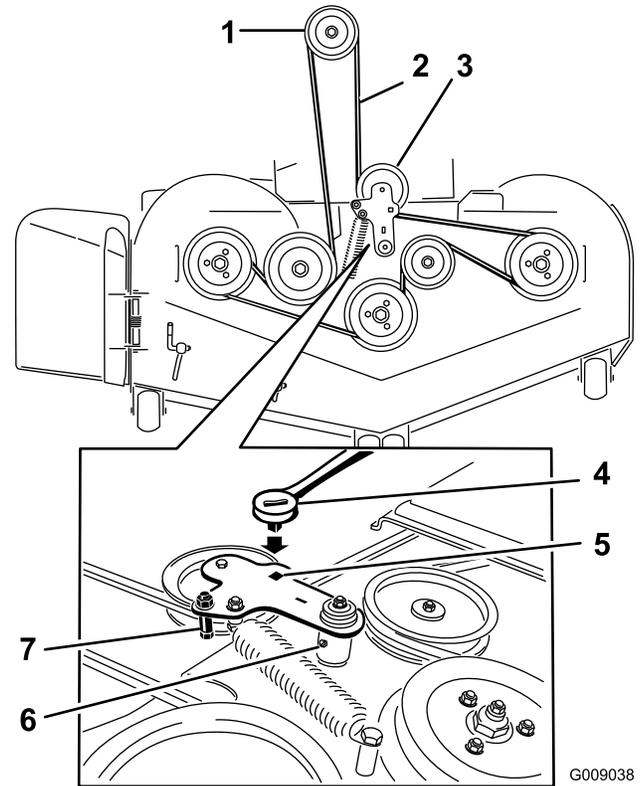

Figura 74
9. Pase la correa nueva alrededor de las poleas del cortacésped y de la polea del embrague, debajo del motor (Figura 74).
10. Instale la guía de la correa en el brazo tensor según se muestra en Figura 74.
11. Utilizando la llave de carraca en el taladro cuadrado, instale el muelle tensor (Figura 74).
5. Utilice una llave de carraca en el taladro cuadrado del brazo tensor para aliviar la tensión del muelle tensor (Figura 74).
7. Retire la guía de la correa del brazo tensor tensado con muelle según lo ilustrado en Figura 74.